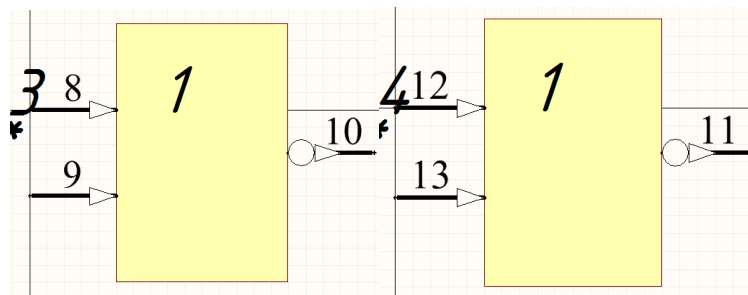

Рис. 2.21
9) Повторіть кроки 6-8, та створіть ще дві частини (Рис. 2.21).